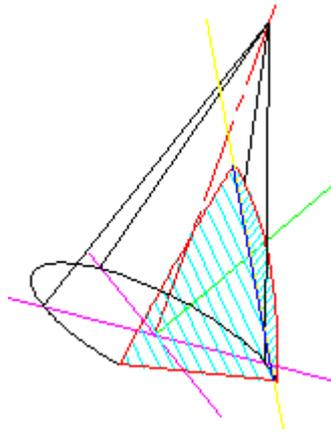

Рис.21.10
10. Для получения более наглядного изображения можно вместо команды **UNION**  применить команду **SUBTRACT** . С помощью команды **3D ORBIT**  выбираем удобный ракурс, где точки пересечения желтой линии очевидны. Соединяем их отдельным синим отрезком (см. Рис.21.10).